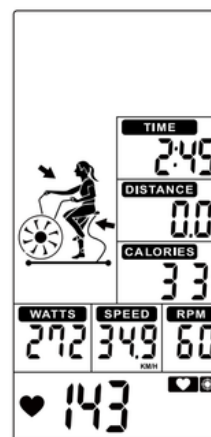

Figura 49
6. Cuando la frecuencia cardíaca esté entre 65% y 85%, solo parpadeará (Figura 49).